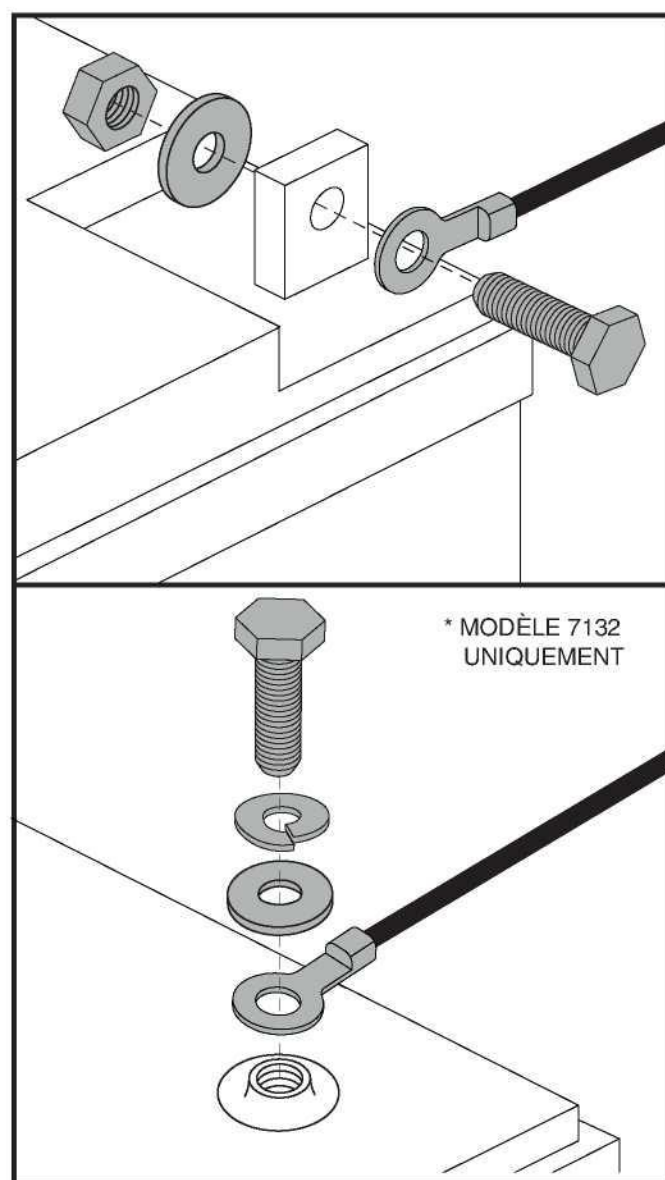

Figure 16. Batterie Borne Matériel
4. Débranchez les câbles des bornes des batteries en soulevant la couvercles des bornes et en desserrant le boulon et l'écrou sur chaque borne. Voir la figure 16.
MISE EN GARDE! En cas d'urgence, les batteries peuvent être rapidement déconnectées en tirant vers l'AVANT sur la sangle de déconnexion d'urgence de la batterie. Faites attention. Sachez que couper l'alimentation du scooter peut provoquer un arrêt brusque du scooter. Pour libérer l'arrêt d'urgence et restaurer la capacité de conduite du scooter, retirez le siège et le carénage de la batterie, puis rebranchez le connecteur de la batterie comme illustré à la Figure 16.